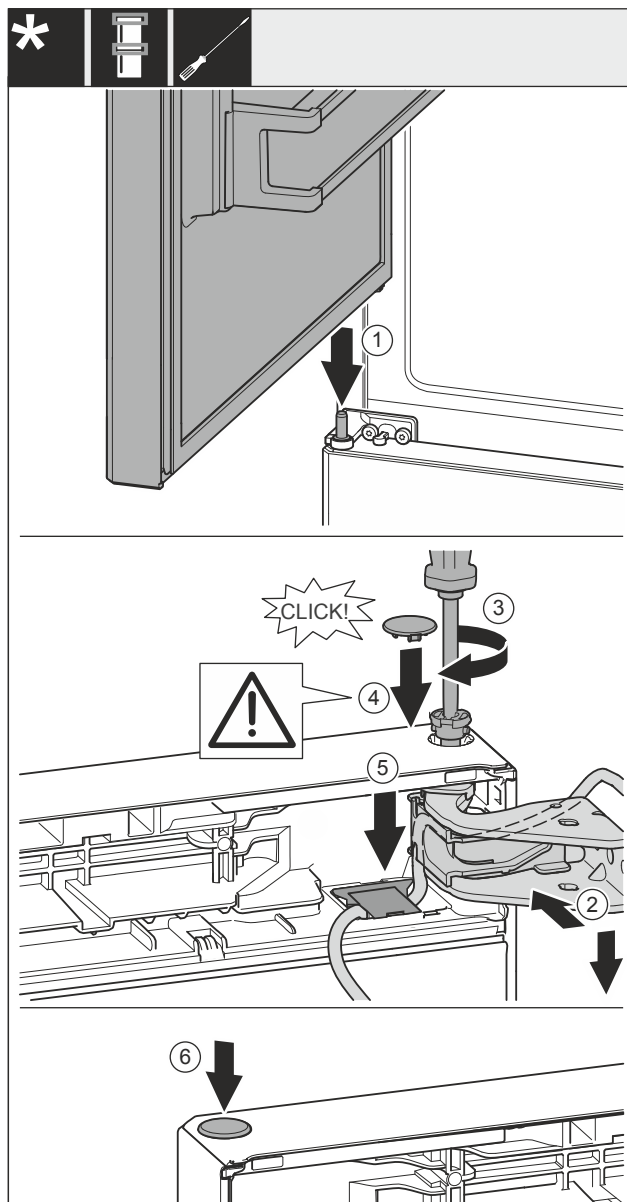

Fig. 55
- Stavite gornja vrata na srednji svornjak ležaja Fig. 55 (1).
- Poravnajte gornja vrata prema otvoru u podlošku ležaja Fig. 55 (2).
- Umetnite svornjak Fig. 55 (3) i pritegnite ga odvijačem.
- Postavite poklopac Fig. 55 (4).
- Provjerite da poklopac Fig. 55 (4) naliže na vrata.
- Umetnite poklopac Fig. 55 (5) i pritisnite ga prema dolje dok se ne uglati.
- Postavite poklopac Fig. 55 (6).